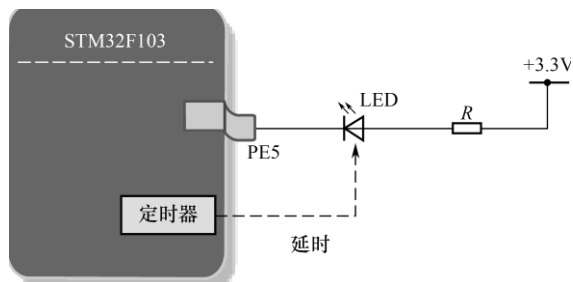

图 1 硬件电路设计示意图
3. 假设该智能家居控制系统中采用 LED 闪烁进行控制状态的显示，系统利用定时器 TIM3 产生 1s 的定时中断实现 LED 状态翻转，LED 连接在 STM32 的 PE5 引脚上，且低电平有效，硬件电路设计示意图如图 1 所示。